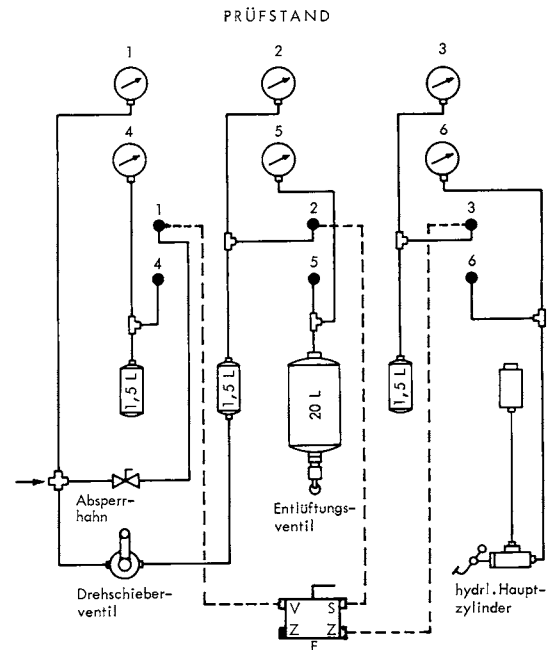

Abb. 3
c) Relaisventil nach Prüfschema bis auf die Anschlüsse Z und V anschließen (siehe Abb. 3). Absperrhahn und Drehschieberventil sind geschlossen.